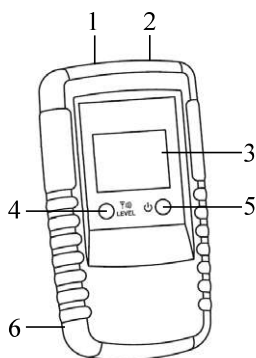

Рис. 2
Подключите к гнезду передатчика (с помощью поставляемых в комплекте проводов и зажимов) один проводник. В этом режиме передатчик питается от батареи. Благодаря генерируемому передатчиком высокочастотному сигналу может быть трассирован один проводник. Заземлите второй вывод передатчика (гнездо «СОМ» рис. 2). Типичным примером заземления может быть заземлённая розетка. Глубина трассировки в данном режиме составляет от 0 до 2 метров.
- Подключите передатчик в соответствии с рисунком 9. Провод, подключённый к гнезду «СОМ» (см. рис. 2), должен быть заземлён.
- b. Подключите передатчик в соответствии с рисунком 10. Провод, подключённый к гнезду «COM» (см. рис. 2), а также все неисследуемые проводники кабеля должны быть заземлены.⁴